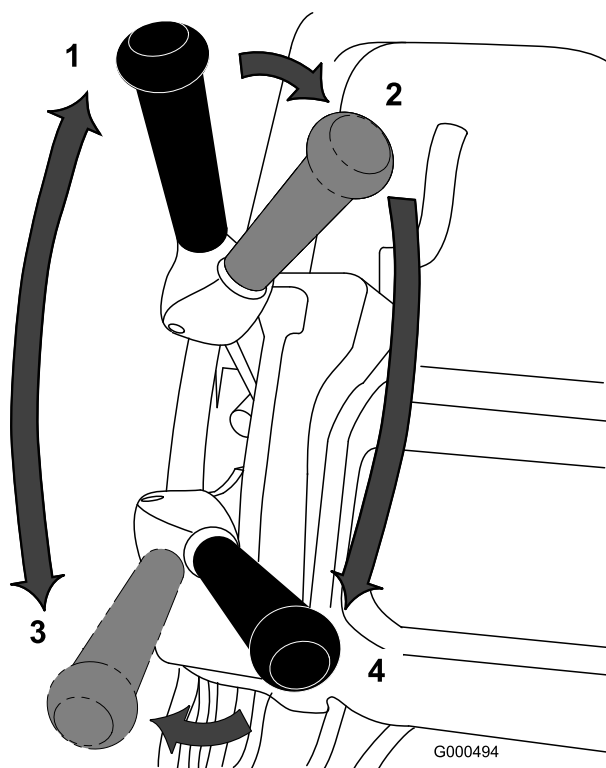

Figure 27
1. Mettez le moteur en marche, amenez la commande d'accélérateur en position de bas régime, appuyez sur le guidon pour relever le plateau de coupe, appuyez sur la commande de présence de l'utilisateur, amenez le levier de commande de déplacement en position engagée et transportez la machine à la lisière du green (Figure 27).
2. Placez le levier de commande de déplacement en position désengagée et engagez le levier de commande du cylindre (Figure 27).
3. Placez le levier de commande de déplacement en position désengagée, augmentez le régime moteur jusqu'à ce que la machine se déplace à la vitesse voulue, puis conduisez la machine jusqu'au green, abaissez l'avant de la machine et commencez à travailler (Figure 27).